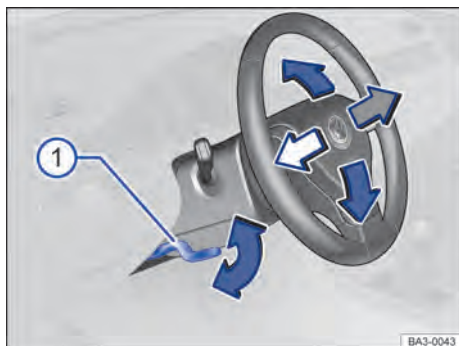

Fig. 60 Debajo y a la izquierda del volante junto con el revestimiento de la columna de dirección: palanca de ajuste de la posición del volante.
- Empuje la palanca hacia abajo sosteniéndola por su mango → **fig. 60 ①**.